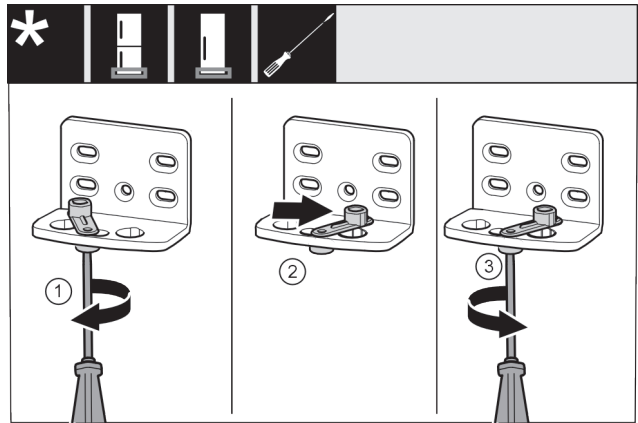

Fig. 41 *
- ▶ Отпустите винт Fig. 41 (1) отверткой.*
- ▶ Приподнимите фиксатор двери Fig. 41 (2) и, повернув на 90° вправо, вставьте в отверстие.*
- ▶ Затяните винт Fig. 41 (3) отверткой.*